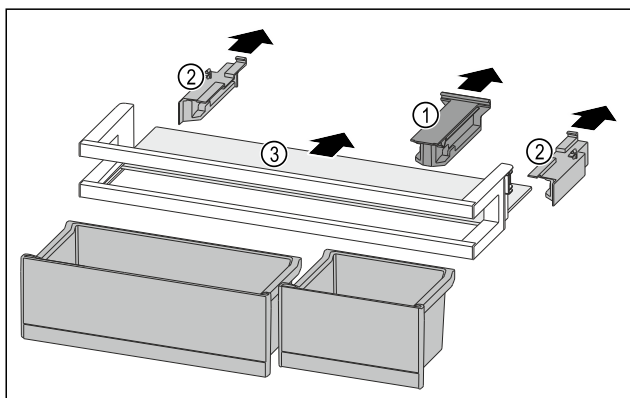

Fig. 222
- Hiqni pjesën mbajtëse Fig. 222 (1).
- Hiqni pjesët anësore Fig. 222 (2).
- Hiqni raftin mbajtës Fig. 222 (3).